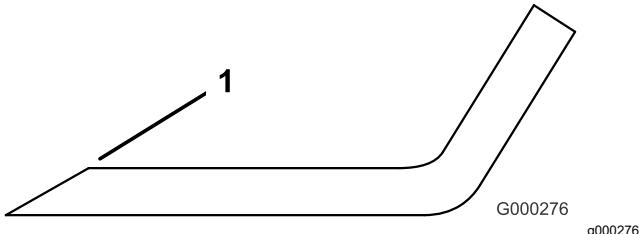

Figure 95
3. Examinez les tranchants de toutes les lames et aiguissez-les s'ils sont émoussés ou ébréchés (Figure 95).
Remarque: N'aiguisez que le haut du tranchant et conservez l'angle de coupe d'origine pour obtenir une coupe nette (Figure 95). Limez la même quantité de métal sur chacun des deux tranchants pour ne pas déséquilibrer la lame.